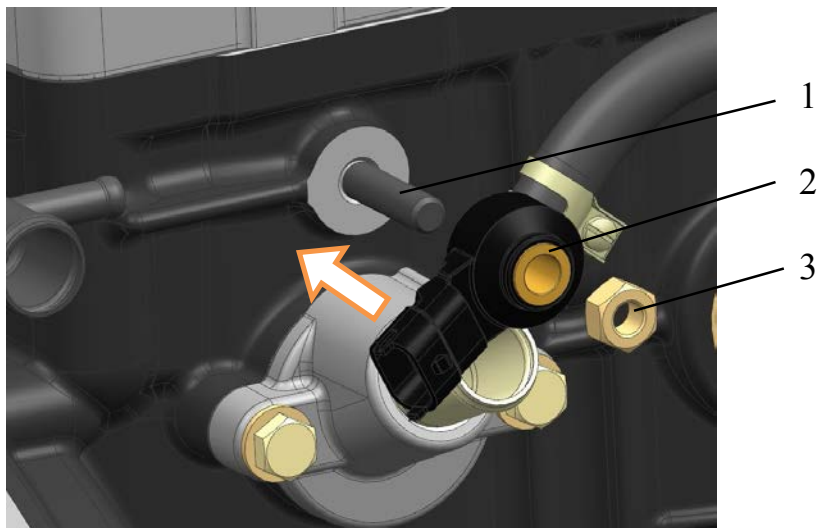

Рис.215. Установка датчика детонации:
**13.** Установить датчик детонации 2 (рис.215) на шпильку 1 и закрепить гайкой 3, завернув её моментом 14,7...19,6 Н·м (1,5...2,0 кгс·м).